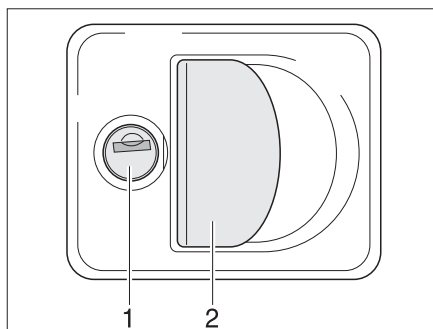

Fig. 27 Serratura dello sportello con impugnatura
- Inserire la chiave nel cilindro della serratura (Fig. 27,1) e ruotare di un quarto di giro. La serratura dello sportello è sbloccata.
- Tirare la maniglia della serratura (Fig. 27,2). In questo modo si apre lo sportello esterno.